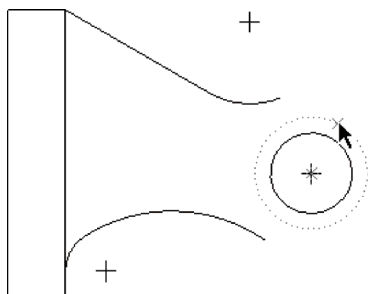

图 2-59 显示动态同心圆
STEP 03 在绘图区中的圆上单击鼠标左键，确认圆弧的圆心，移动鼠标指针，此时系统自动产生一个以虚线显示的动态同心圆，如图 2-59 所示。